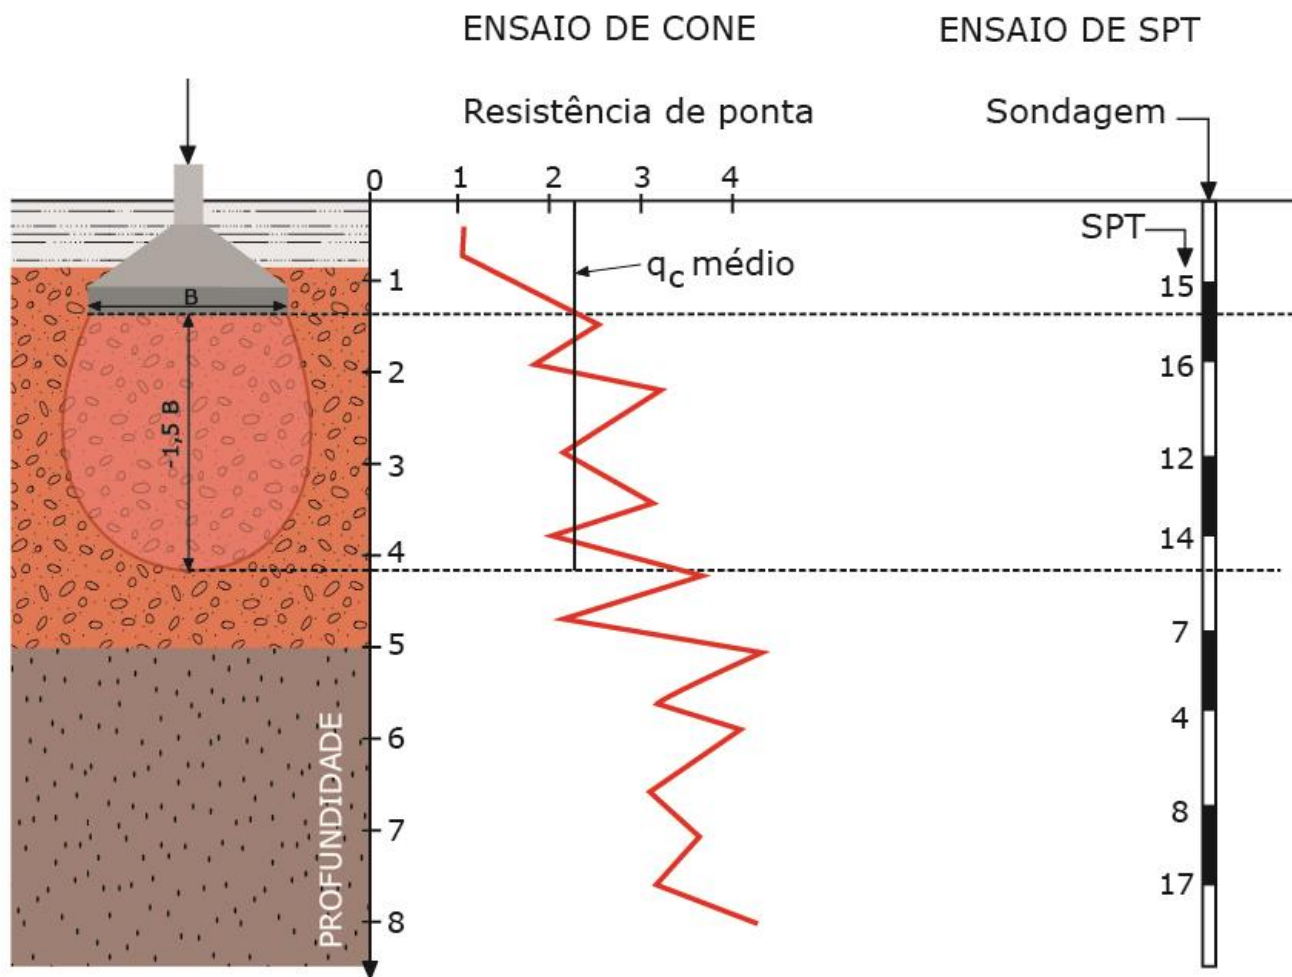

Figura 34: Dados de sondagem de um solo de uma fundação *versus* bulbo de pressão atuante
Perceba que o bulbo de tensões vai definir inclusive a região limite até onde vamos estudar a resistência do solo para fundações superficiais. Veja o exemplo da Figura 34. Como disse, considere-se o bulbo de tensões para acréscimos de até 10% de carga aplicada pela fundação. Assim, quando formos analisar a resistência/módulo de elasticidade do solo para uma **sapata** como na Figura 34, consideraremos as cargas até a **profundidade** que resulte no **bulbo de 10%**, o que para sapatas corresponde a 1,5 a 2 vezes a sua largura (B), ou seja, **1,5 a 2 vezes B**.